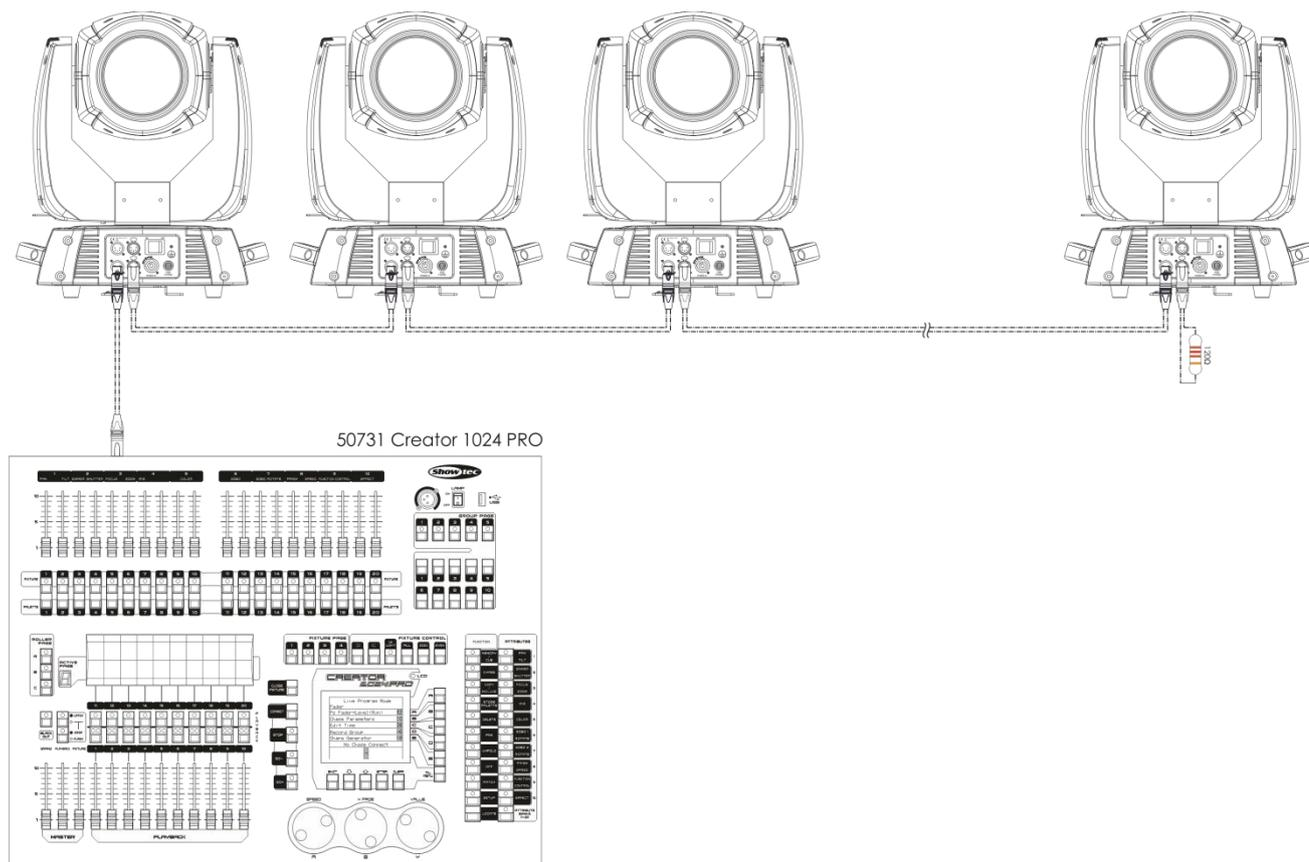

Fig. 03
- 05) Collegare le unità come indicato nella (fig. 03). Collegare un cavo di segnale DMX dall'uscita "out" DMX della prima unità all'ingresso "in" della seconda unità. Ripetere questo processo fino a collegare la seconda, la terza e la quarta unità.